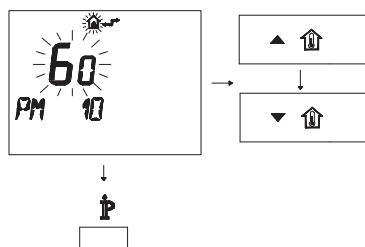

Figura 5.47
- Para modificar el punto de consigna programado use los botones  o  y espere a que el número programado comience a parpadear (Figura 5.47).